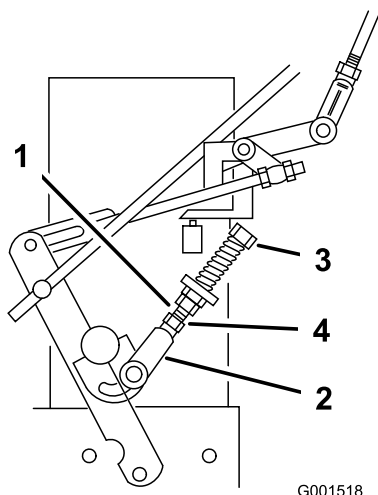

Figura 31
9. Se la ruota gira mentre la leva della trazione è trattenuta in posizione di FOLLE, è necessario regolare il tirante del comando di folle (Figura 31).
10. Allentate il dado contro la forcella della tiranteria del comando di folle (Figura 31).
11. Regolate la tiranteria del comando di folle fino a quando la rispettiva ruota della trazione non si arresta mentre la leva della trazione viene tirata contro la molla di folle (posizione di FOLLE), come illustrato nella Figura 31.
Se la ruota gira in avanti, ruotate il bullone di regolazione di circa 1/4 di giro in senso antiorario (**Figura 31**).